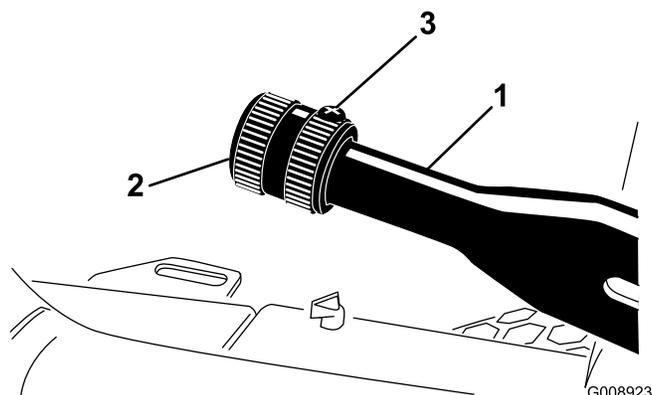

Figure 71
1. Desserrez la vis de fixation du bouton sur le levier du frein de stationnement (Figure 71).